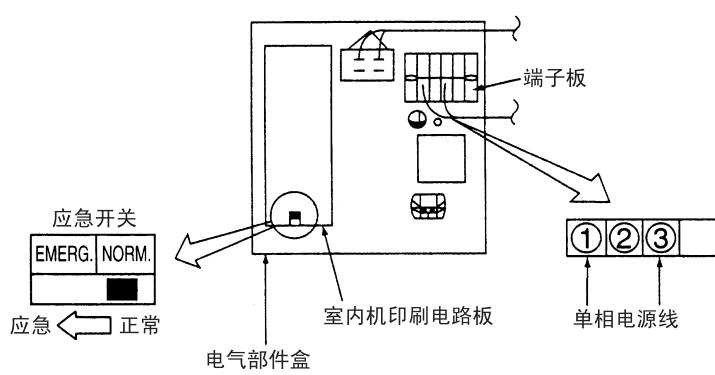

图20
- 将单相电源线（50Hz, 220V）连接到电源端子板的“1”和“2”接线端子上，观察排水情况。打开电源之前，一定要先转换应急开关。（请参见图 20）